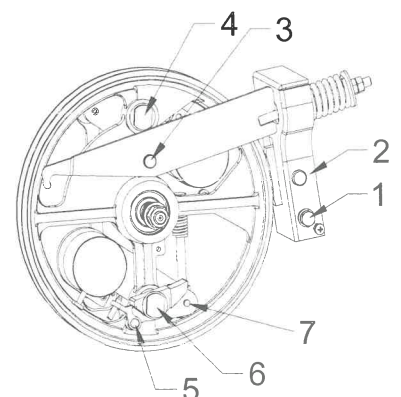

图 4
3.2.2.滑动部位应转动灵活，并加润滑油(图 4)。(每月检查 2 次)